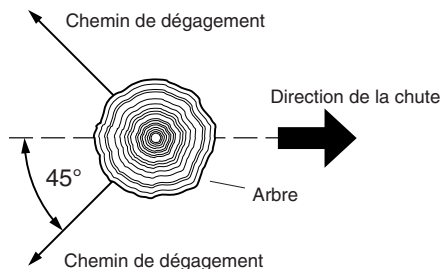

Figure 11 - Chemin de dégagement pour s'éloigner de l'arbre
- Avant d'abattre un arbre, prévoir un chemin de dégagement et le dégager. Le prévoir à l'opposé de la direction de chute de l'arbre et à un angle de 45°. (Voir la Figure 11.)